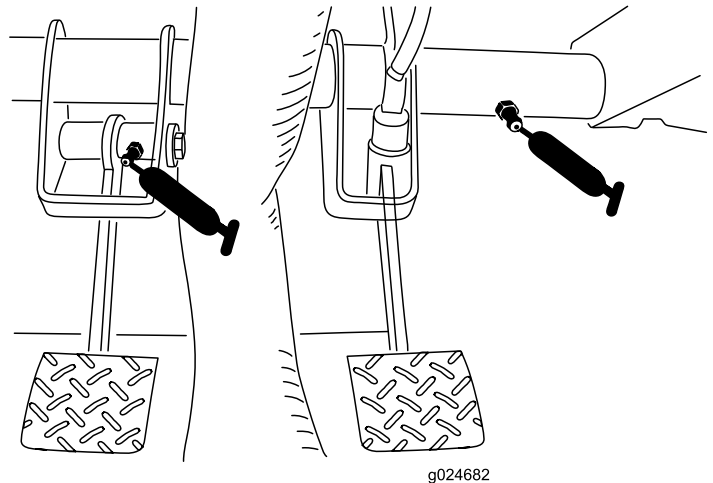

Figura 41
- Frizione (1) e freno (1) come illustrato nella Figura 41